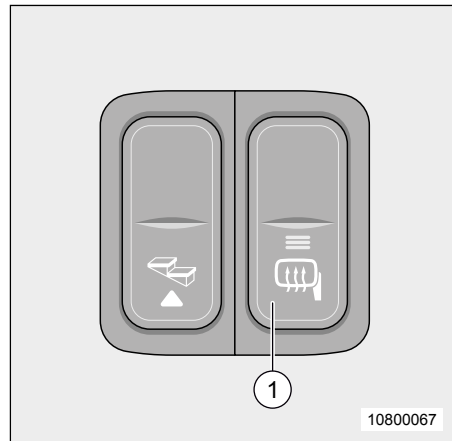

Fig. 26 Commutateur du chauffage du rétroviseur
- Pousser l'interrupteur à bascule (Fig. 26, pos. 1) vers le bas
- Pousser l'interrupteur à bascule (Fig. 26, pos. 1) vers le haut.